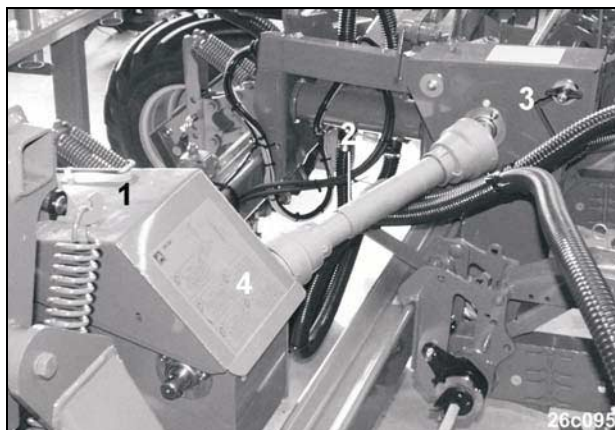

Fig. 106
- de gekozen kettingwieloverbrenging in de verstelbare aandrijfkast (Fig. 106/1) en
- de gekozen vertraging „X“, „Y“ of „Z“ in de secundaire aandrijving (Fig. 106/3).
De instelgegevens van de vertragingkast „X“ en „Y“ vindt u de insteltabel voor de aandrijfkast (Fig. 106/4). Er kunnen korrelafstanden van 3,1 bis 53,8 cm in 36 kleine intervallen worden ingesteld.